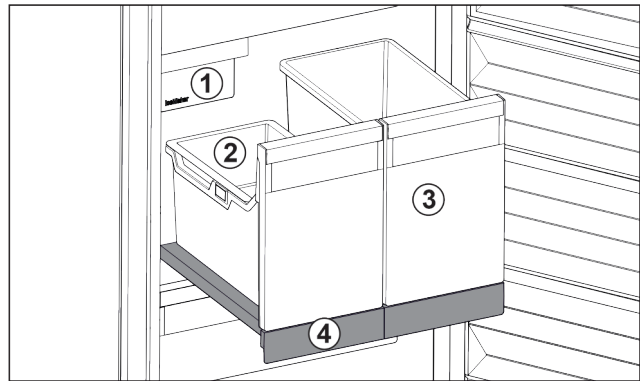

Fig. 24 Витяжна панель IceTower
- (1) IceMaker
- (2) Підвісний лоток для кубиків льоду
- (3) Резервуар наприклад для піци, алкогольних напоїв
- (4) Витяжна панель
На витяжній панелі є два високі резервуари (IceTower). В резервуарі Fig. 24 (2) кубики льоду з IceMaker збираються та зберігаються. Резервуар Fig. 24 (3) придатний для зберігання високих харчових продуктів, таких як піца та алкогольні напої.